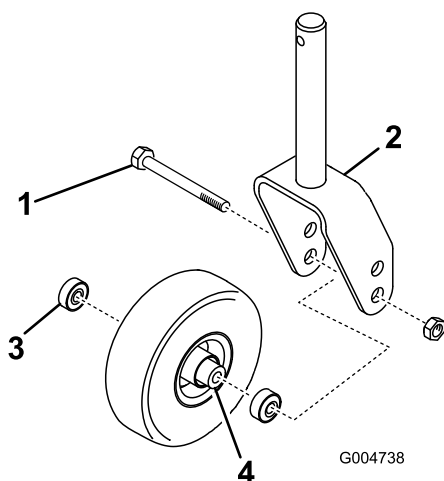
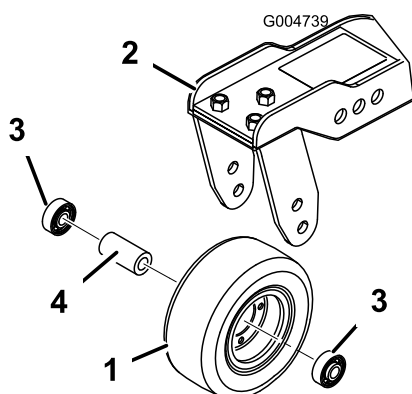

Figure 125
Figure 126
1. Retirez le contre-écrou du boulon qui fixe la roue pivotante entre la fourche (Figure 125) ou le bras de la roue pivotante (Figure 126).
2. Enlevez le roulement du moyeu de la roue et laissez tomber la douille d'écartement à l'extérieur (Figure 125 et Figure 126).